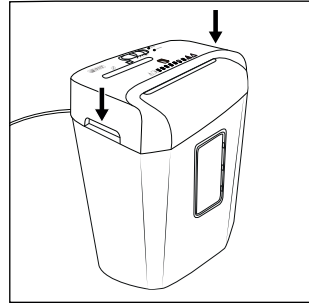

Fig. 2
- ◆ Sujete el accesorio de corte **6** por los dos agarres **8** integrados y colóquelo sobre el contenedor grande **12** de forma que el cable de red **1** apunte hacia atrás y la ventana de control **11** del contenedor grande **12** apunte hacia adelante (consulte la fig. 2).
- ◆ Sujete el accesorio de corte 6 por los dos agarres 8 integrados y colóquelo sobre el contenedor grande 12 de forma que el cable de red 1 apunte hacia atrás y la ventana de control 11 del contenedor grande 12 apunte hacia delante (consulte la fig. 2).